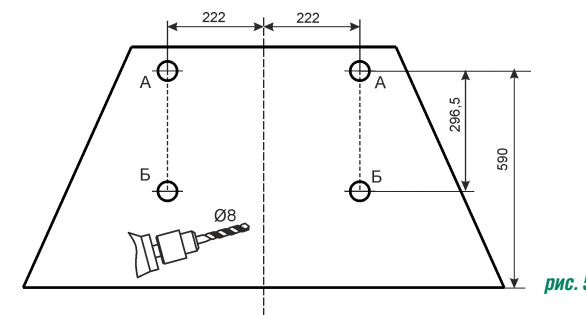

рис. 5
6.2 Установка кухонной вытяжки (рис. 5):